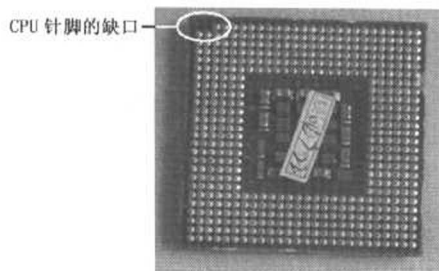

图 1-11 CPU 针脚的缺口
④ 在 CPU 针脚上找到针脚的缺口,如图 1-11 所示。